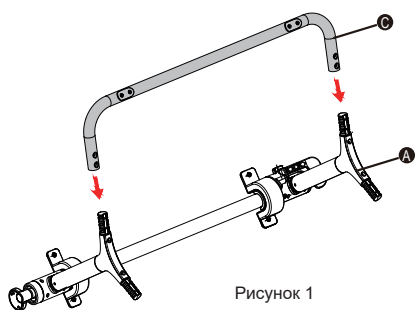

Рисунок 1
Шаг 2: Соедините заднюю нижнюю трубу (C) с основной рамой (A). См. рис. 1.